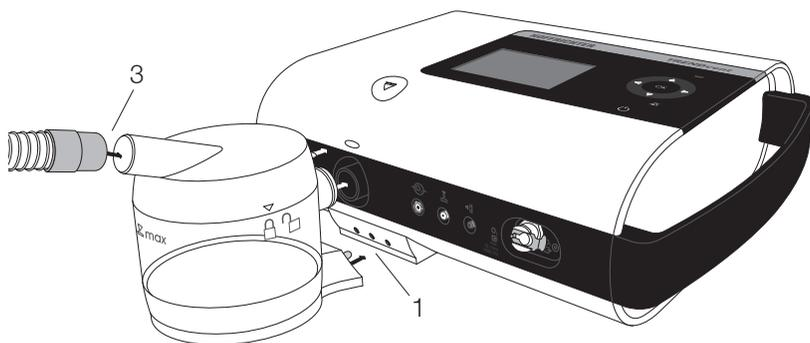

Fig. 14: Raccordo umidificatore
1. Collegare l'umidificatore all'apparecchio come da Fig. 14 facendolo scattare in modo udibile. Fare attenzione che i pin di contatto e il raccordo di uscita dell'aria dell'umidificatore si innestino nell'apparecchio senza torcersi né piegarsi. Se l'apparecchio è predisposto per l'utilizzo con un circuito con valvola, viene visualizzato il messaggio seguente: